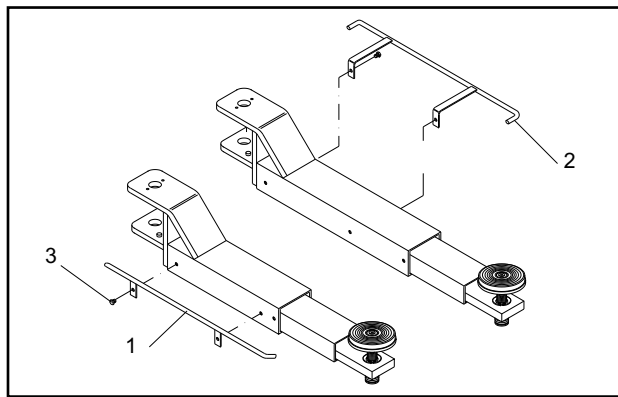

Fig.54
10 - Montare sui bracci i parapiedi di sicurezza (1 e 2, Fig.54), usando le viti TE M10x10 e le relative rondelle (3).
10 - Mount the foot guards on the arms (1 and 2, Fig.54), using the screws HH M10x10 and the relative washers (3).